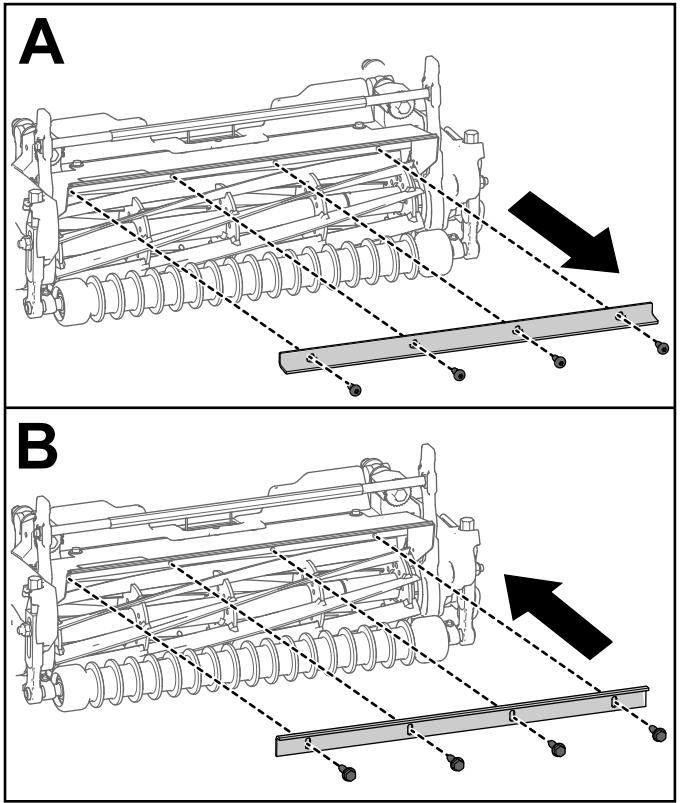

Figura 5
- Si la unidad de corte Modelo 04657 se utiliza en cualquier otra unidad de tracción Greensmaster 3300 o 3400, retire la barra deflectora y cámbiela por la barra de recortes (Pieza N.º 115-3303-03) y 4 pernos (Pieza N.º 131-6150), como se muestra en la Figura 5.